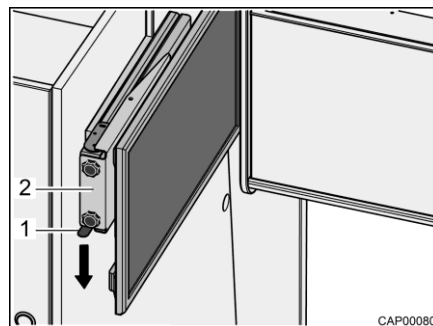

Bild 45 Utdrag med platt bildskärm
- Tryck låsfjädern (Bild 45,1) nedåt och dra ut utdraget (Bild 45,2) med den platta bildskärmen vågrätt i riktning mot fordonets mitt.
- Skjut in utdraget (Bild 45,2) med den platta bildskärmen vågrätt fram till anslaget. Låsfjädern (Bild 45,1) hakar fast hörbart.